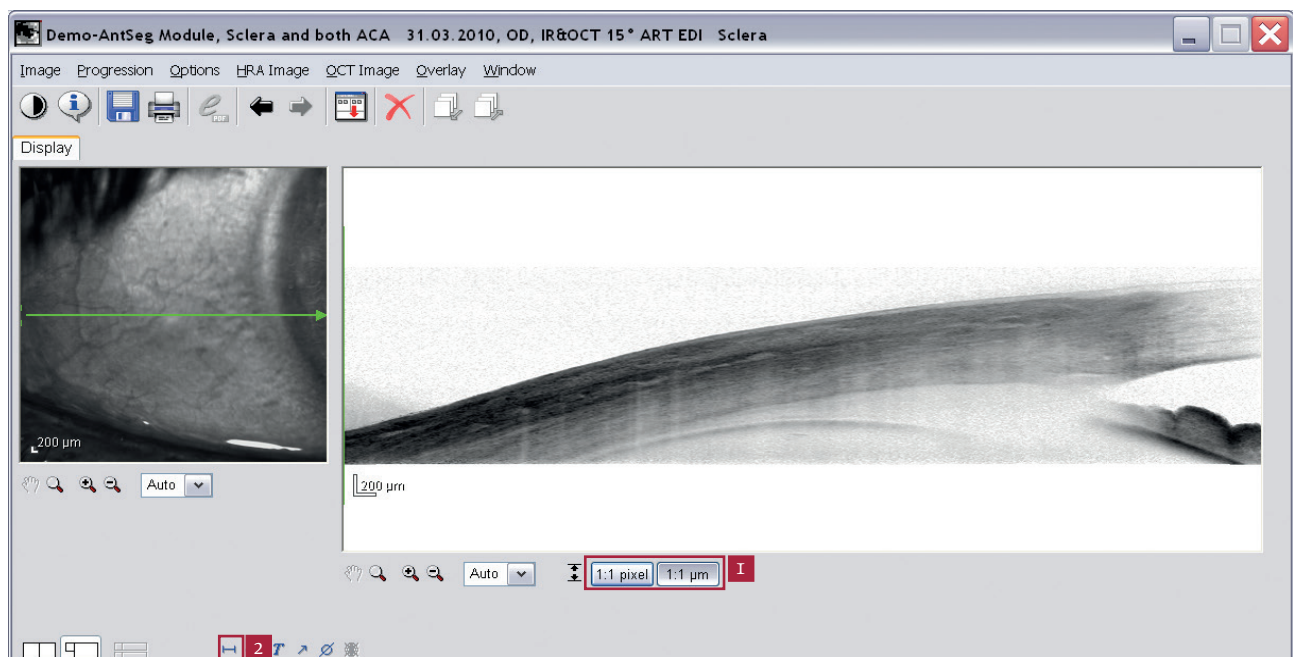

Abb. 11: Analysefenster Skleraaufnahme
- ✓ Auswahl der OCT-Scan-Ansicht 1:1  $\mu\text{m}$  (Abb. 11 **1**). In der 1:1 Pixel Darstellung ist das Messwerkzeug nicht verfügbar.
- ✓ Distanzmesswerkzeug (Abb. 11 **2**) durch Mausklick auswählen.